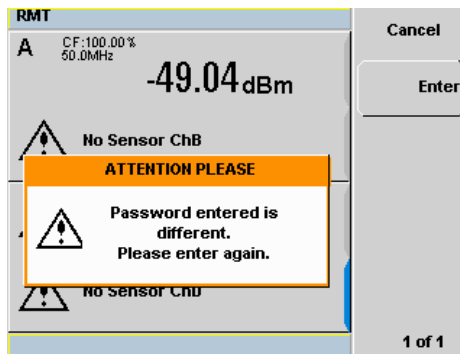

Abbildung 2-50 Warnmeldung
- 7 Eine Warnmeldung wird angezeigt, wenn das eingegebene Kennwort sich von der ursprünglichen Kennworteingabe unterscheidet (siehe Abbildung 2-50). Diese Warnmeldung wird zwei Sekunden lang angezeigt, bevor das Popup-Fenster zur Kennworteingabe erneut angezeigt wird.